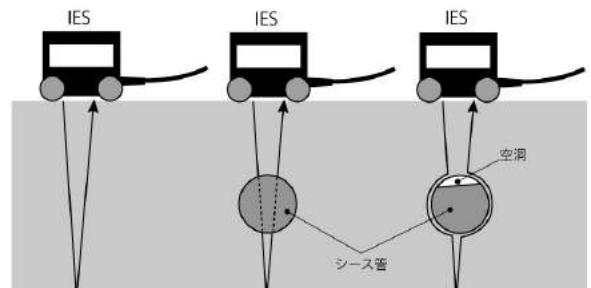

図2 シース管グラウト未充填箇所の反応
- (1) コンクリート厚さの測定：コンクリート厚さDは、（1）式に従って計算されます。なおベータファクターは、部材の形状による幾何学的因子で、壁や床では0.96、角柱や円柱状ではその断面形状に起因する複数の共鳴を持つため0.8となります。
- (2) 最大部材厚さ：最大測定厚は50cmです。
- (3) 一定の部材厚さ：IESは、厚さ方向に多重反射して生じる基本周波数（第一共振周波数）を基準として部材厚さを測定する機器です。そのため測定対象物の部材厚さは、一定もしくは軽いテーパ状であることが望まれます。
- (4) 相対表示：IESは、健全部で反射される定在波の周波数から求めた厚さと、欠陥部で反射される定在波の周波数から求めた厚さを比較することによって、欠陥部を探査します。そのため、音速校正を行う必要はありません。
- (5) シース管グラウト未充填区間探査：ケーブルが含まれグラウトが充填されているシース管がある場合、音波はシース管内を通り抜け、部材の壁面に反射してまたシース管内を通って受波されます（図2中央）。この場合、シース管内で音速が遅くなることから、シース管がない場所に比べ厚く表現されます。またシース管内に空洞がある場合（図2右）、音波はその空洞を突き抜けることができず、空洞を迂回して進み、壁面に反射して受波されるため、音波の伝搬距離が長くなり、シース管上よりも更に厚く表現されます。